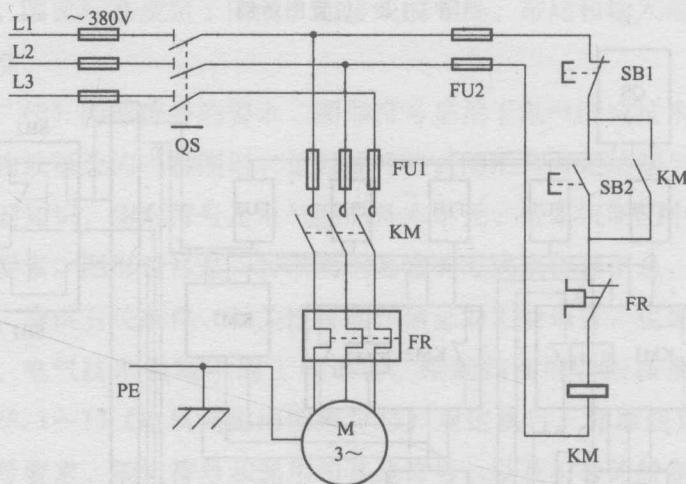

图 1-1-1 电路原理图示例
① 电路原理图 电路原理图是用图形符号，按照工作顺序排列，详细表示电路、设备或成套装置的全部基本组成和连接关系，不考虑其实际位置的一种简图。电路图以图形符号代表电气元件，以实线表示电气性能的连接，按电路、设备或成套装置的功能原理绘制。图 1-1-1 是电路原理图示例。